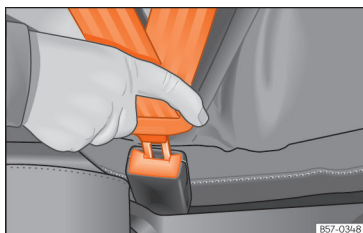

Fig. 21 Inserir a lingueta do cinto de segurança no fecho correspondente.
• Encaixe a lingueta no fecho do respetivo banco » » » **Fig. 21.**